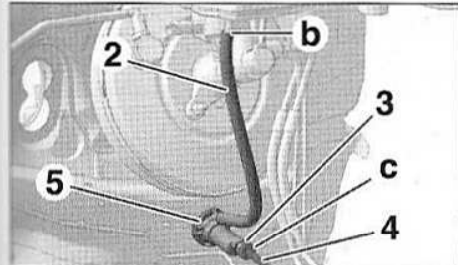

FIG.7
- Désaccoupler la canalisation d'alimentation (2) en (b) (Fig.7).
- Déposer l'agrafe (3).
- Désaccoupler la canalisation hydraulique (4) en (c).
- Déverrouiller le cylindre émetteur (5), en le tournant d'un huitième de tour dans le sens horaire.